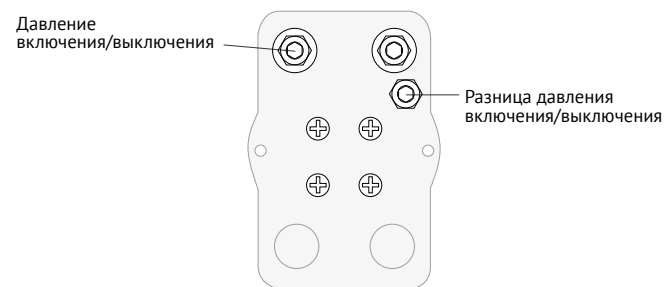

Рис. 3. Регулировочные винты реле давления
- при работе проконтролируйте пороги выключения и включения компрессора, в случае необходимости отрегулируйте согласно рис. 3, соблюдая разд. «меры безопасности» п. 5;